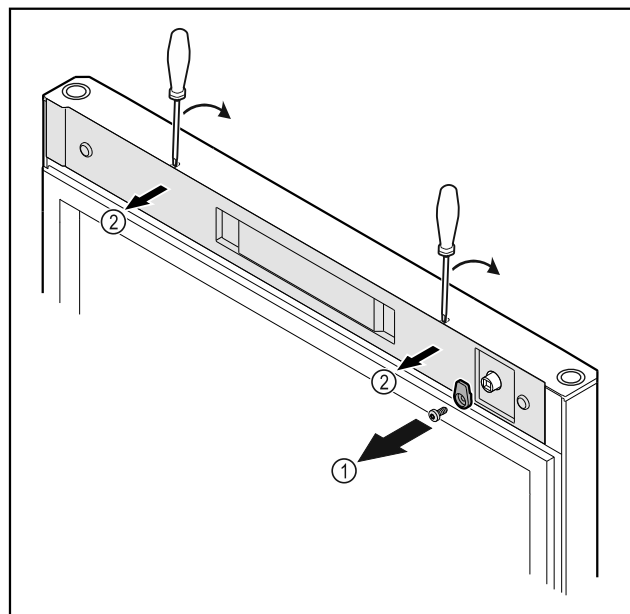

Fig. 10
- Skruva av låskroken Fig. 10 (1).
- Lossa skyddet Fig. 10 (1) med en liten skruvmejsel och ta av det.